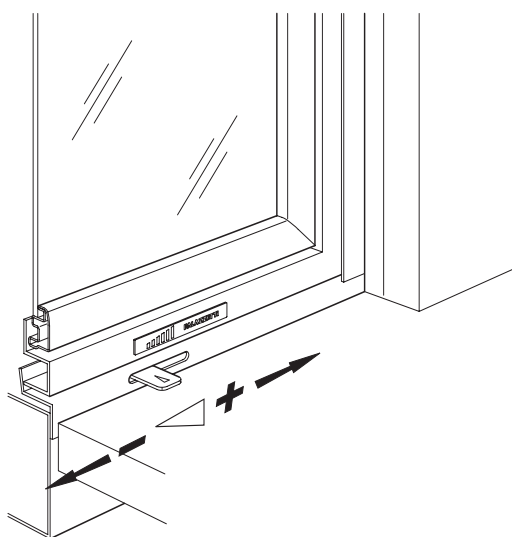

Fig. 6.4.1
- Aprire al massimo il registro dell'aria comburente (Fig. 6.4.1: - CHIUSO; + APERTO).
- Open the comburent air grid completely (Fig. 6.4.1 - CLOSED; +OPEN).
- Den Schieber der Verbrennungsluft ganz öffnen (Abb. 6.4.1: - GESCHLOSSEN, + OFFEN).